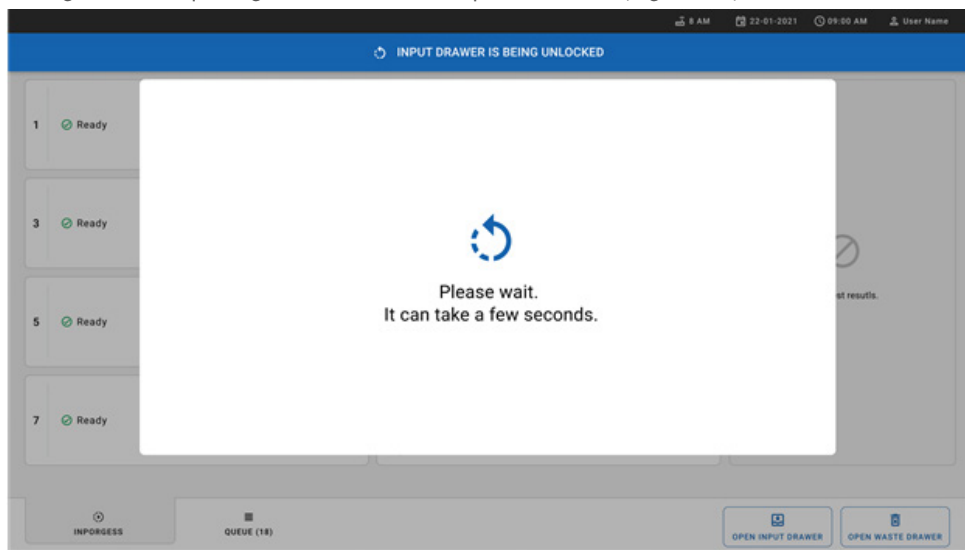

Figura 21. Caixa de diálogo Input drawer waiting (Aguardando gaveta de entrada).
5. Aguarde até que a gaveta de entrada seja destravada (Figura 21).